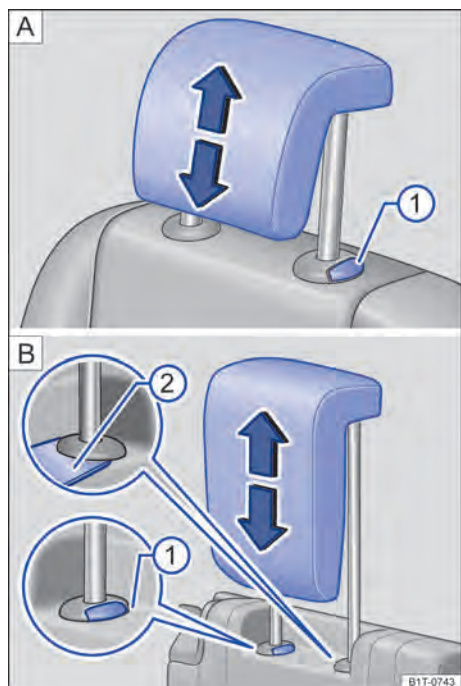

Fig. 91 Remover o apoio para cabeça atrás: [A] segunda fileira de assentos, [B] terceira fileira de assentos.
- Retirar o apoio para cabeça com o botão [A] → Fig. 91 ① pressionado.